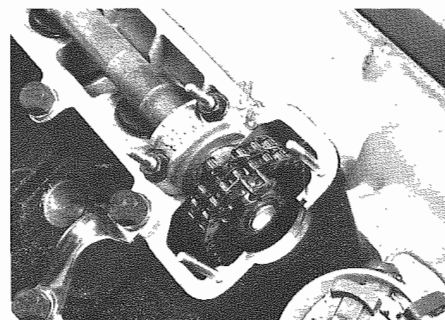

Fig. 6 - Smontaggio molletta di fermo
- Aprire la maglia di giunzione togliendo con le pinze la molletta di fermo (**Fig. 6**), sfilare la maglia e le piastrine.
- Using pliers remove retaining springs (**Fig. 6**), open junction link, take out link and plates.